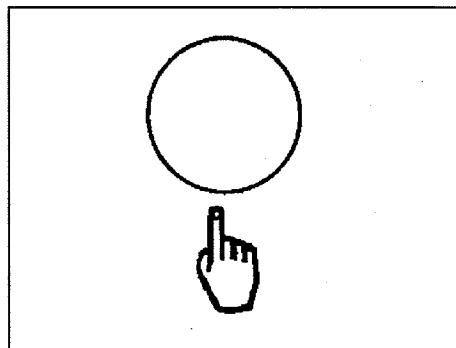

Figure 33
5. Le levier de commandes de la machine est équipé d'un bouton One Touch (voir figure 33) qui est pré-programmé selon le débit d'écoulement de la solution et selon la pression d'applique sur les brosses par défaut. Appuyez brièvement sur ce bouton One Touch pour utiliser ces réglages. **REMARQUE :** Si ces réglages ne sont pas adaptés à vos besoins, consultez la page 72 ou la section « Utilisation du bouton One Touch ».